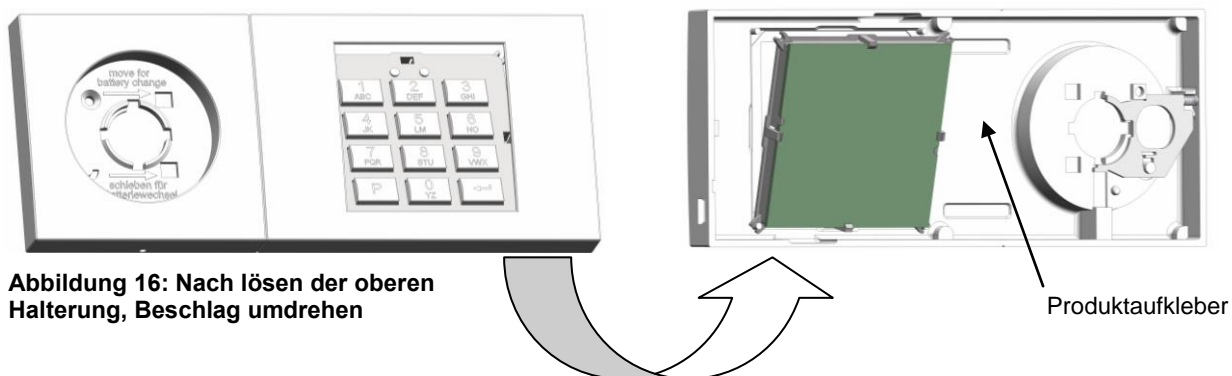

Abbildung 16: Nach lösen der oberen Halterung, Beschlag umdrehen
Hinweis: Bitte die Tastaturbaugruppe nicht in andere Oberteile verbauen, da das Oberteil der Eingabeeinheit (8) und die Tastaturbaugruppe verknüpfte Produktdatenaufkleber haben (siehe Abbildung 16).